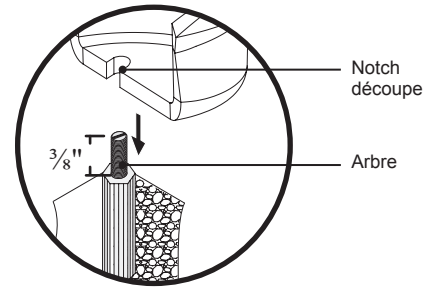

Figure 11. Ancre de la baignoire Slipper
- 2 Abaissez lentement l'unité vers le bas sur le terrain, en veillant à ce que les arbres et les découpes cran aligner correctement (Figure 11).